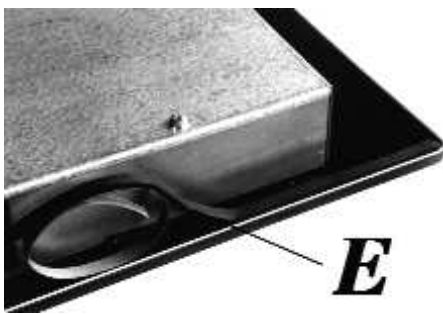

FIG. 9
- Vire a placa de cabeça para baixo e aplique corretamente o lado adesivo da junta de vedação "E" (fig. 9) em baixo da borda da placa de maneira que o lado exterior da junta de vedação coincida perfeitamente com a borda do perímetro exterior do vidro. As pontas das tiras devem coincidir perfeitamente sem sobreposição.